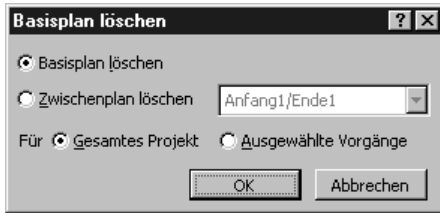

Abbildung 20.4:
2. Klicken Sie in dem Dialogfeld BASISPLAN LÖSCHEN auf BASISPLAN LÖSCHEN (siehe Abbildung 20.4).